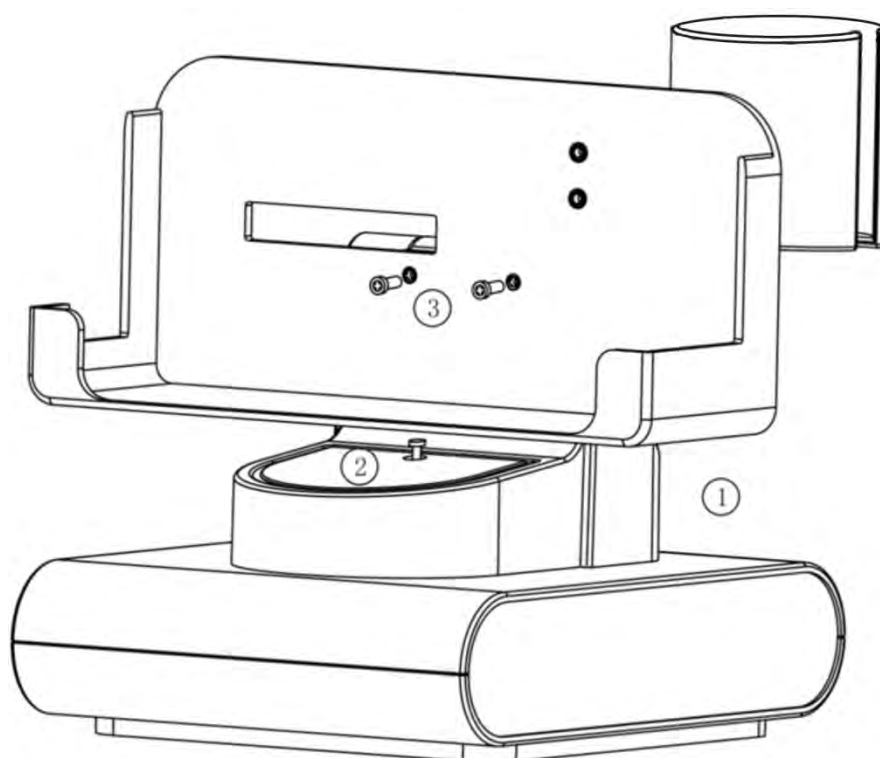

Figure 4-1 PadScan HD3 Station d'accueil et montage de l'unité principale
- Connecter l'unité principale à la station d'accueil. Alignez le socle inférieur de l'unité principale dans la station d'accueil puis mettez-le en place. Se rapporter à la figure 4-1: